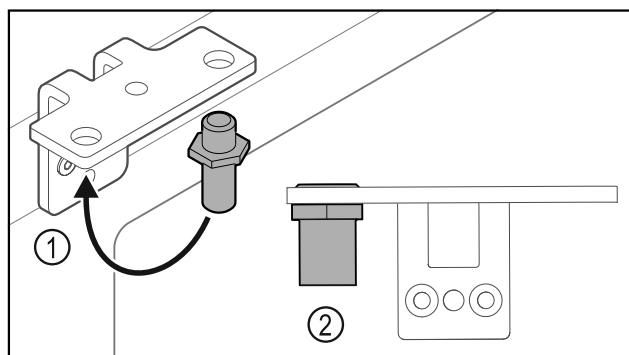

Fig. 33
- Перемістити палець Fig. 33 (1) у шарнірному кутику.
- Затягнути палець Fig. 33 (2) з **обертальним моментом 12 Нм.**